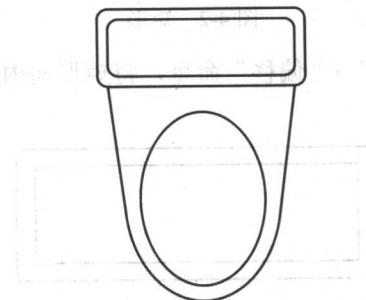

图 4-8 圆角操作
8. 选择“修改”/“圆角”命令，设置圆角半径为 20mm，对图形进行圆角操作，结果如图 4-8 所示。